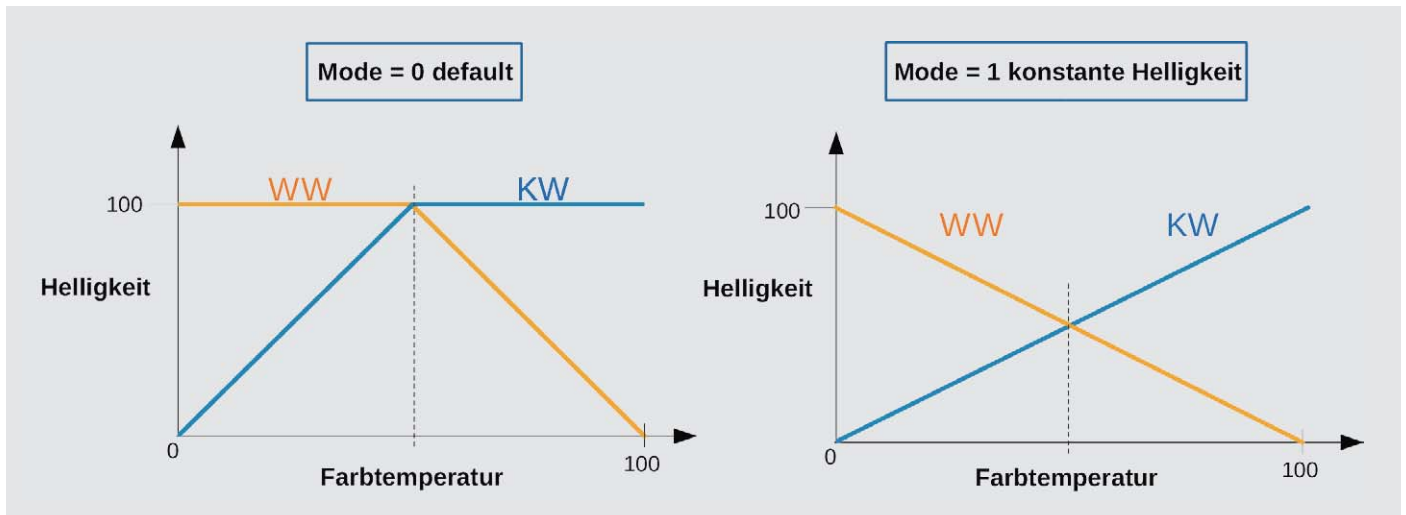

Bild 1: Die Funktionsweise der Farbmischung im MDWC1
Es stehen zwei analoge Einsteller für Farbe und Helligkeit zur Verfügung. Mit „Farbe“ wird die Farbtemperatur, also das Mischungsverhältnis von Warmweiß (WW) und Kaltweiß (KW) eingestellt. Die Funktionsweise lässt sich in Bild 1 gut erkennen. In Abhängigkeit der Steckbrückenposition des Jumpers J1 (Mode) können zwei unterschiedliche Mischfunktionen eingestellt werden (siehe Bild 1).
digitale Größe umgewandelt und für die Ansteuerung umgerechnet. Die Farbeinstellung erfolgt, wie in Bild 1 dargestellt. Je nach Potistellung werden entsprechende Werte für die beiden Ausgangskanäle Warmweiß (WW) und Kaltweiß (KW) errechnet und als PWM-Wert ausgegeben. Mit „Helligkeit“ kann der Helligkeitswert für beide Kanäle beeinflusst werden.